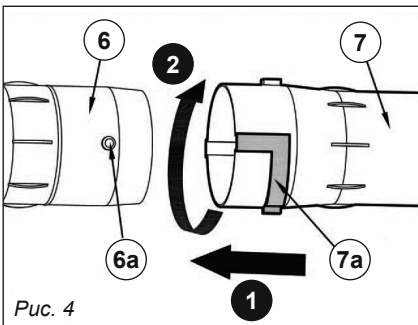

Рис. 4
**4. Подсоединение сопла (рис. 4)**
– Совместите штифт (6а) и прорез (7а) и наденьте насадку (7) на промежуточную трубу (6) (шаг 1).